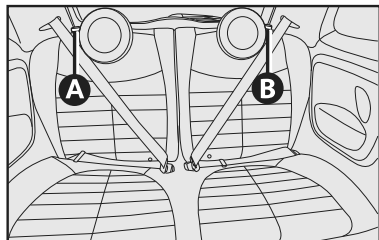

fig. 56
- atuar no botão **A** ou **B-fig. 56** para destravar respectivamente a parte esquerda ou direita do encosto e acompanhá-lo sobre o assento.
- atuar no botão **A** e **B-fig. 56** para destravar respectivamente a parte esquerda e direita do encosto e acompanhá-lo sobre o assento.